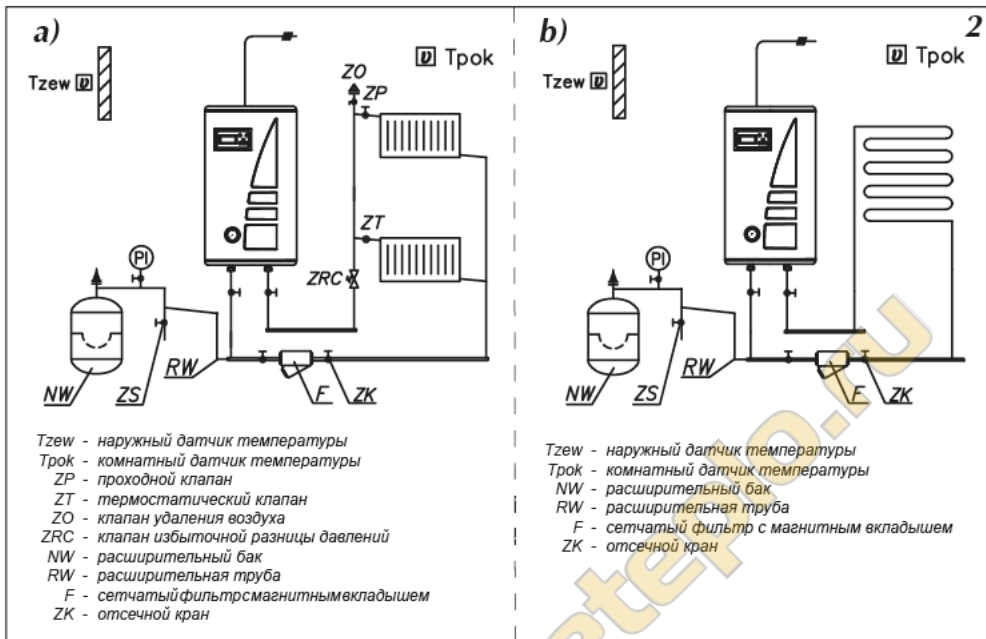
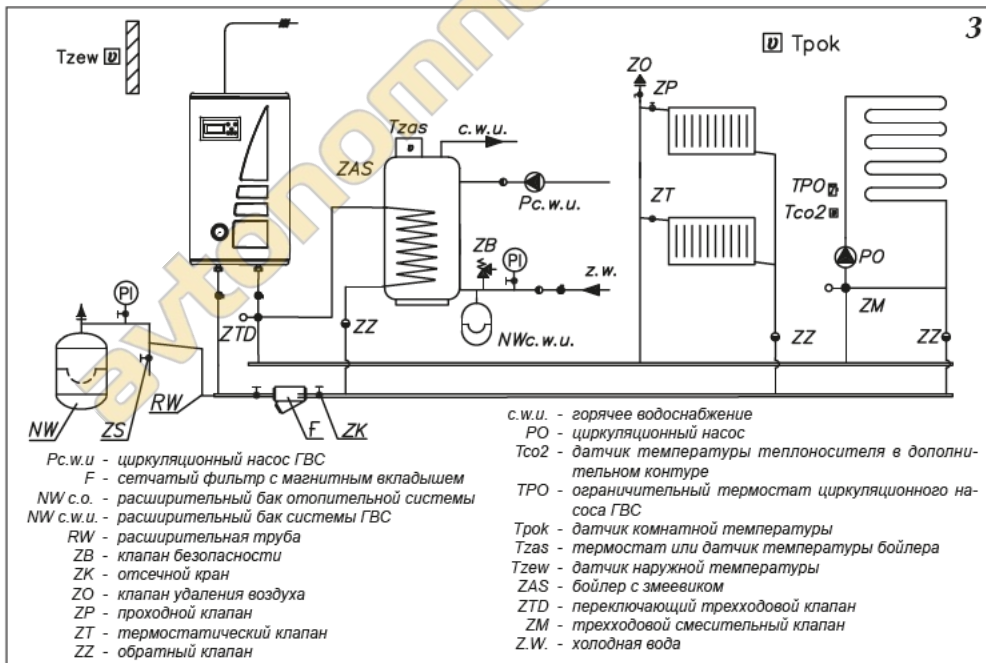
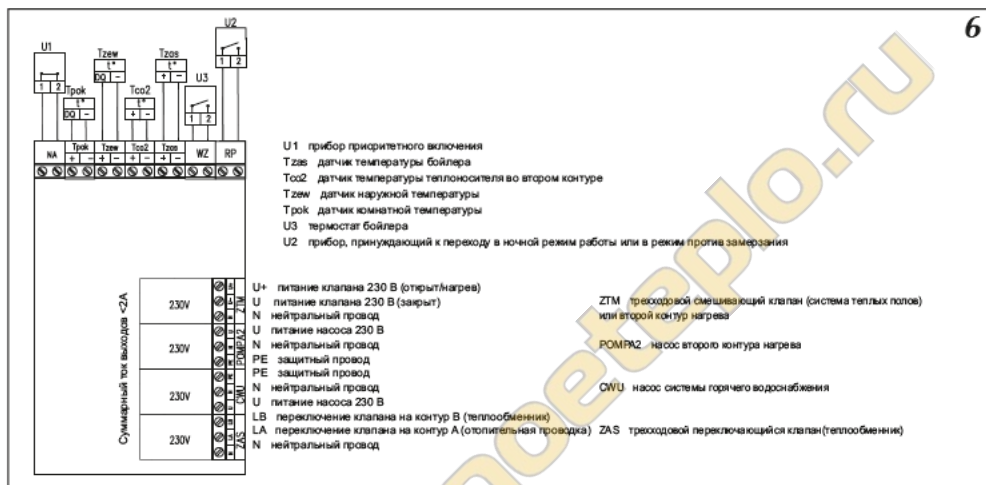

Рис.2 Примерная схема отопительной системы
Рис.3 Примерная схема отопительной системы – радиаторы, обогрев теплых полов, бойлер ГВС.
Рис.6 Подключение наружных устройств к плате ZIO.
2. Подключить котел к отопительной проводке, оснащенной отсечными кранами (рис. 2 и рис. 3).
- на модуле ZIO замкнуты клеммы NA (см. рис. 6),
К котлу ЕКСО.М1z можно подключить, в зависимости от потребности, ряд дополнительных приборов или необходимых датчиков (рис. 6).
К котлу EKCO.M можно подключить прибор приоритетного включения – например проточный водонагреватель (рис. 6), который будет выключать нагрев котла. Это решение используется с целью ограничения потребления максимальной мощности. Приоритетный прибор должен иметь выход сигнального управления. **Прибор приоритетного включения подключается при помощи провода (напр. LIYY 2x0,14) к клеммам „NA” на плате ZIO. На клеммы „NA” запрещается подавать какое-либо напряжение!** Перед подключением приоритетного прибора следует проверить имеет ли он выход сигнального управления. Если приоритетный прибор может управлять только сигналом напряжения, следует использовать соответствующее реле. **Неиспользуемые клеммы NA следует оставить в замкнутом состоянии!**
Из этих двух способов можно выбрать один при помощи соответственной установки в сервисном меню. Способ подключения клемм термостата и датчика температуры в теплообменнике представлен на рис.6.
На электронном модуле рис.6 имеются клеммы ZAS. На клемму LB подается напряжение 230В в случае, если есть необходимость нагрева воды в теплообменнике. На клемму LA подается напряжение 230В в случае, если котел греет теплоноситель в отопительной проводке. К этим клеммам можно подключить трехходовой клапан, который будет переключать отопительный контур на запитку теплообменника. В случае запитки теплообменника температура теплоносителя стандартно устанавливается на уровне 80°С. Эту величину можно изменить в сервисном меню. Одним из рекомендованных компаний Kospel трехходовых клапанов является клапан VCZMH6000E с серводвигателем VC6012ZZ00 и кабелем 45900445-013В. Управление этим клапаном осуществляется подачей сетевого напряжения 230В~ на один из двух проводов – коричневый или черный. Синий провод следует подключить к нейтральному проводу сети питания. Подача питания на коричневый провод приведет к переключению клапана в положение, при котором открывается проход между входом "AB" и выходом "B". Подача питания на черный провод приведет к переключению клапана в положение, при котором открывается проход между входом "AB" и выходом "A". Обозначение входа "AB" и выходов "A", "B" нанесено на клапан.
На рис. 6 представлен способ подключения трехходового клапана к котлу. Принято, что выход горячего теплоносителя из котла подключен к входу „АВ” переключающегося клапана а выходы А и В служат соответственно для:
- Коричневый провод кабеля 45900445-013В подключить к клемме LB согласно рис. 6.
- Синий провод кабеля 45900445-013В подключить к клемме „N” согласно рис. 6.
Котел ЕКСО.М1z может управлять насосом системы горячего водоснабжения. Управление основано на включении или выключении этого насоса в зависимости от установленной суточной программы. Таким образом насос можно отключить, например на ночь. Насос подключается к плате ZIO согласно рис.6. Напряжение питания насоса – 230В.
Разъем ZTM на плате ZIO22 рис.6 служит для подключения смесительного клапана запитки второго контура (рис.3 кран ZM). Этот контур должен быть приспособлен для запитки более низкими температурами чем в отопительной системе. Например, если отопительный контур запитывается температурой 85°C (см „Сервисное меню” параметры WChG, WChG2, Tcomax и Tc2max), второй контур может служить для запитки системы Теплый пол максимальной температурой 60°C. В этом случае следует помнить о установке дополнительной защитной арматуры, предохраняющей от появления слишком высокой температуры во втором контуре. Для измерения температуры во втором контуре используется датчик типа WE-008.
На плате ZIO рис.6 имеется разъем RP, замыкание которого приводит к переходу котла в режим работы против замерзания или в ночной режим работы. Выбор одного из этих режимов осуществляется в сервисном меню. Также как и на разъем NA, на него нельзя подавать напряжение!